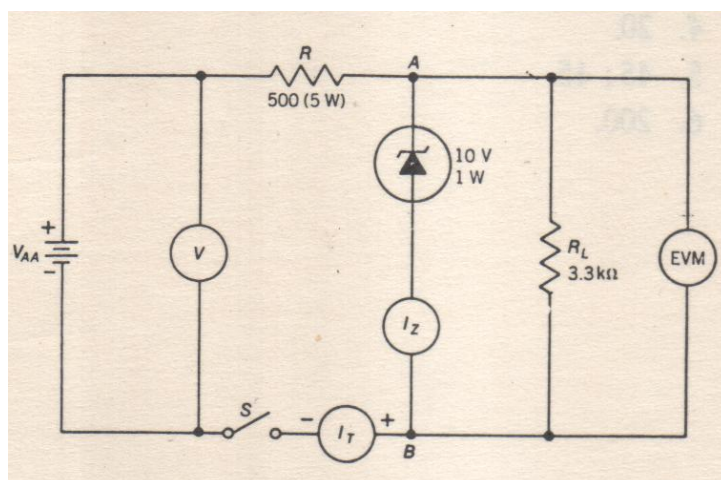

Figura 5: Circuito experimental de regulador de tensión.
9. Conectar el circuito de la figura 5. El interruptor S está abierto. La salida de la fuente de alimentación V_{AA} se ajusta a 0 V. M es un miliamperímetro conmutado en el alcance de 100 mA.
7. **(Adicional (opcional))** ¿Compensará el circuito regulador de la figura 5 las variaciones de la tensión de entrada V_{AA} y las variaciones de la corriente de carga I_L ? Explicarlo.